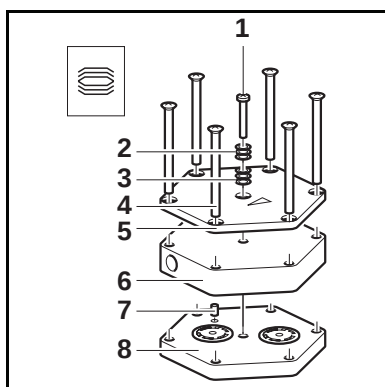

Fig. 24: Montar el cabezal
1. En bombas de doble cabezal: Aflojar con la mano las tuercas (2) de la conexión tubular del cabezal (3). Girar uno de los rácores angulares roscados (1) del cabezal (4) en sentido contrario a las agujas del reloj hasta poder extraer el tubo de conexión.
2. Marcar la placa de presión (Fig. 24/5), la tapa de cabezal (Fig. 24/6), la placa intermedia (Fig. 24/8) y el soporte de la membrana con una línea continua de rotulador (en bombas de dos cabezales se repite la operación en el otro cabezal). Así se impide que las piezas se monten después incorrectamente.
3. Soltar los tornillos exteriores (5) del o de los cabezales.